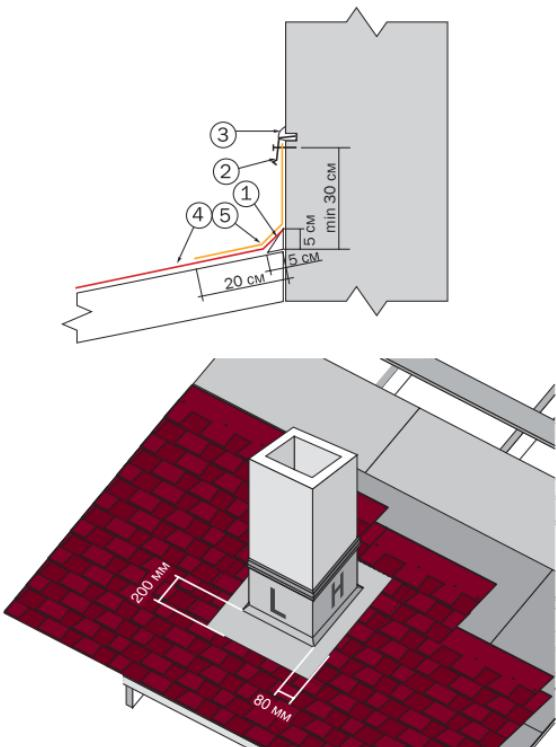
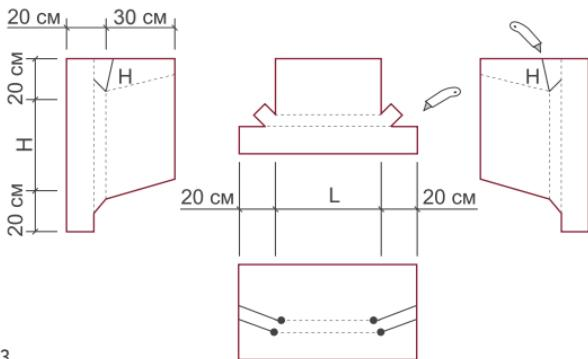
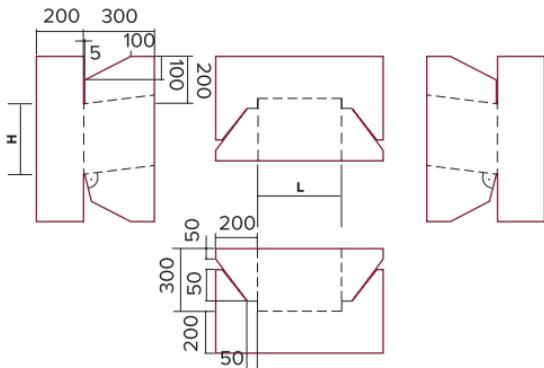

Рис. 22
Рис. 23
Рис. 24
В местах стыков ската кровли со стенами (рис. 22) набивается треугольная рейка (1), на которую заводится рядовая черепица (4). В качестве треугольной рейки может быть использован деревянный брус 50×50 мм, распущенный по диагонали, либо обычный деревянный плинтус (1). Если поверхность вертикальной стены кирпичная, то ее необходимо предварительно оштукатурить и праймировать. Поверх рядовой черепицы монтируются полосы ендового ковра ТЕХНОНИКОЛЬ (5) шириной не
Для герметизации дымовых и вентиляционных труб делают выкройку либо из ендовного ковра (рис. 23), либо из металла с антикоррозийным покрытием (рис. 24). Полученные выкройкигибаются или надрезаются в определенных местах. Способ монтажа показан на рис. 22. Первоначально монтируется лицевая выкройка с заводом на рядовую черепицу. Затем монтируется левая и правая, которые заводятся под черепицу. В последнюю очередь монтируется тыльная выкройка. При монтаже необходимо соблюдать принцип каскадности воды. Слева, справа и с тыльной стороны необходимо выполнить желоб шириной 8 см. Места сопряжения рядовой черепицы следует проклеить мастикой ТЕХНОНИКОЛЬ ФИКСЕР в местах отсутствия самоклеящегося слоя на величину 10 см и отрезать уголки для отбоя воды.